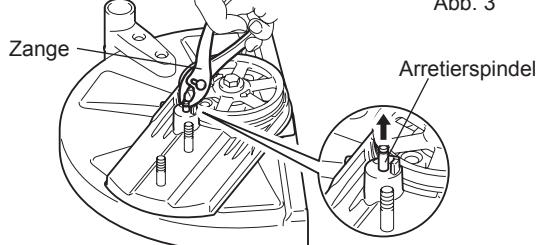

Abb. 4
- Drehen Sie den Arm, bis dieser den Griff berührt, und drehen Sie die Arretierspindel von Hand in die ursprüngliche Position. (Abb. 4) Positionieren Sie den Griff neu. (Abb. 5)